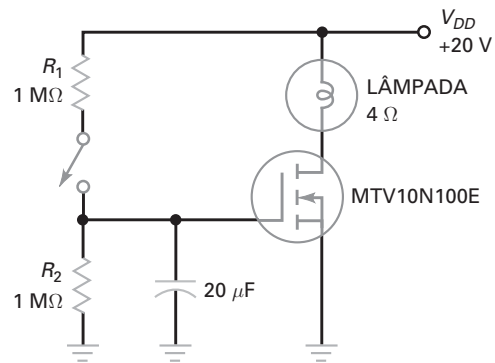

Figura 12-57
- 12-30** Qual é a constante de tempo RC na Figura 12-57? E a potência na lâmpada quando o brilho é máximo?
- 12-31** Na Figura 12-57, os valores das duas resistências no circuito da porta foram dobrados. Qual é a constante de tempo RC ? Se a lâmpada for substituída por outra com resistência de 6 Ω , qual é a corrente na lâmpada quando o brilho é máximo?